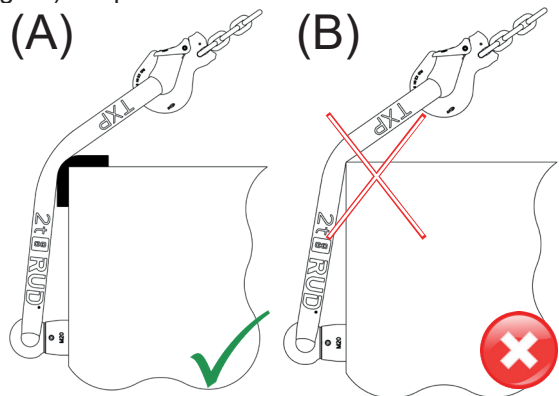

Fig. 4:
-  Las eslingas tubulares TXP no deben pasar, deslizarse o tenderse por bordes afilados (Fig. 4). Esto podría dañar o cortar la eslinga tubular TXP (véase el apartado 4).